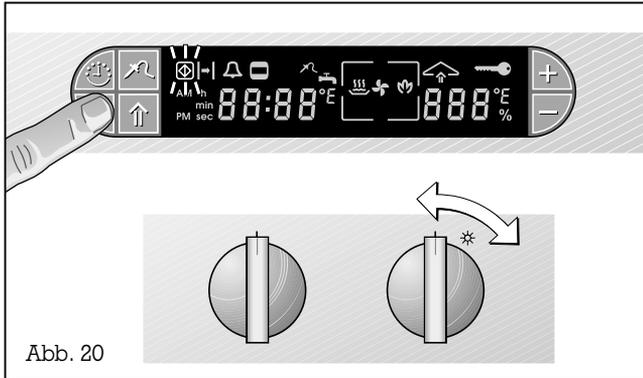

Abb. 20
- Drehen Sie den Bedienknebel „Temperatur“ auf die Position 0 (Abb. 20).